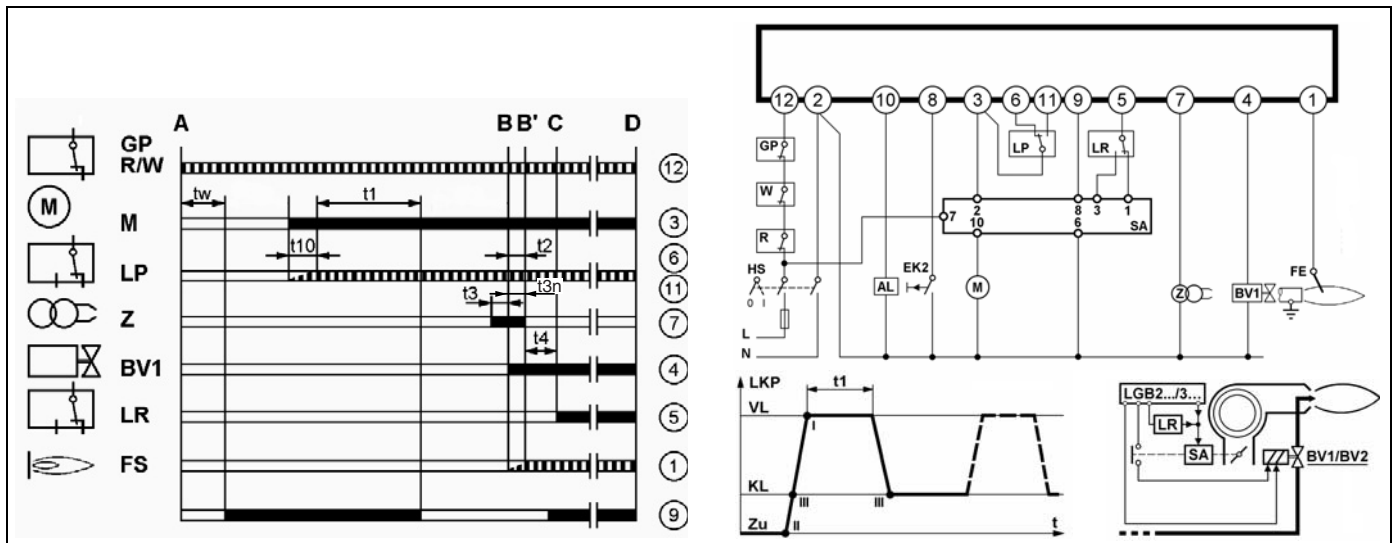

Рис. 12 Выполнение программы автомата горения газа
- Контакты реле контроля давления газа "GP", реле контроля температуры "W", а также регулятора "R" должны быть замкнуты (рис. 12 на стр. 21).